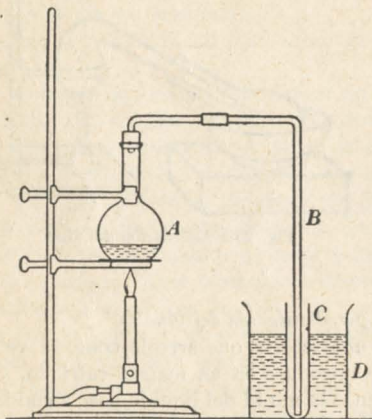

Fig. 24.—Destilación del agua.
7) Haga hervir agua turbia en un matraz como se observa en la fig. 24. El tubo de desprendimiento llega a un tubo de ensayos C—reemplazable por un frasquito—sumergido en un tiesto D, con agua fría.